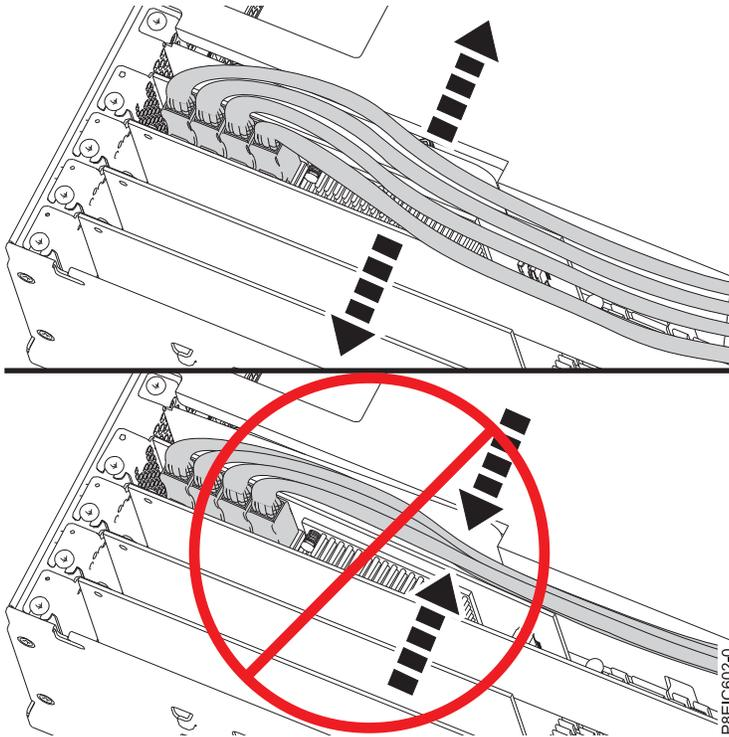

Figura 48. Direccionamiento de los cables de señal de la unidad de disco
- Reparta los cables para asegurarse de que la cubierta de acceso de servicio se puede cerrar sin pellizcar los cables. Consulte la Figura 48.